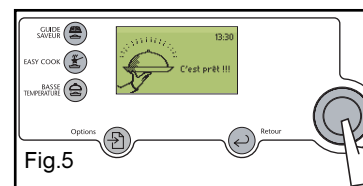

Fig.5
- Le four s'éteint lorsque la durée de cuisson est terminée et votre écran vous indique alors que le plat est prêt (fig 5).